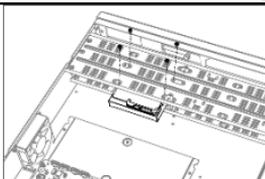

Figure 2-5 Fixe o HDD
Step 2 Fixe o HDD ao suporte com os parafusos. Consulte Figure 2-5.